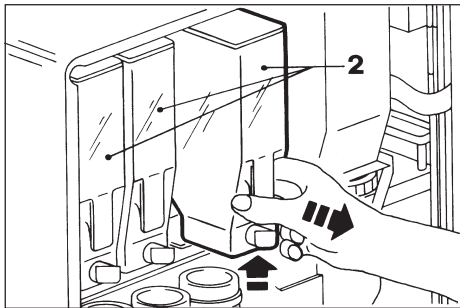

Abb. 23
- Die Behälter (2) aus ihrem Sitz herausziehen, wobei ein leichtes Anheben das Herausziehen erleichtert (Abb. 23).